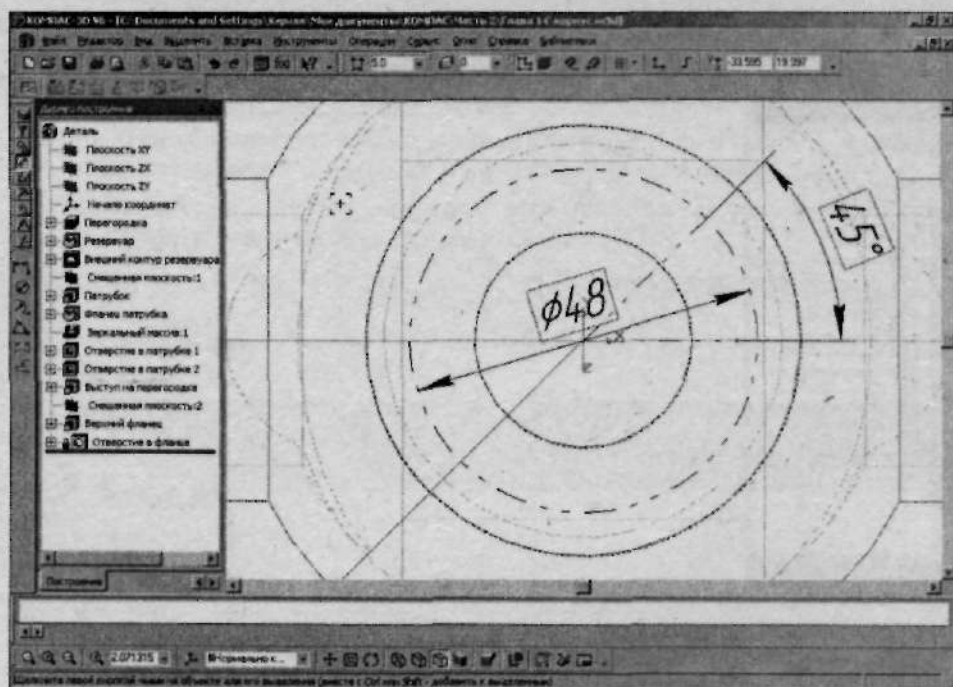

Рис. 2.159. В режиме редактирования эскиза выполните эти построения
16. Выполните построения, показанные на рис. 2.159. Обратите внимание на то, что все элементы созданы с использованием типа линии **Пунктир 2** (вообще говоря, для выполнения вспомогательных построений вы можете использовать любой тип линии, отличный от **Основная** и **Осевая**).